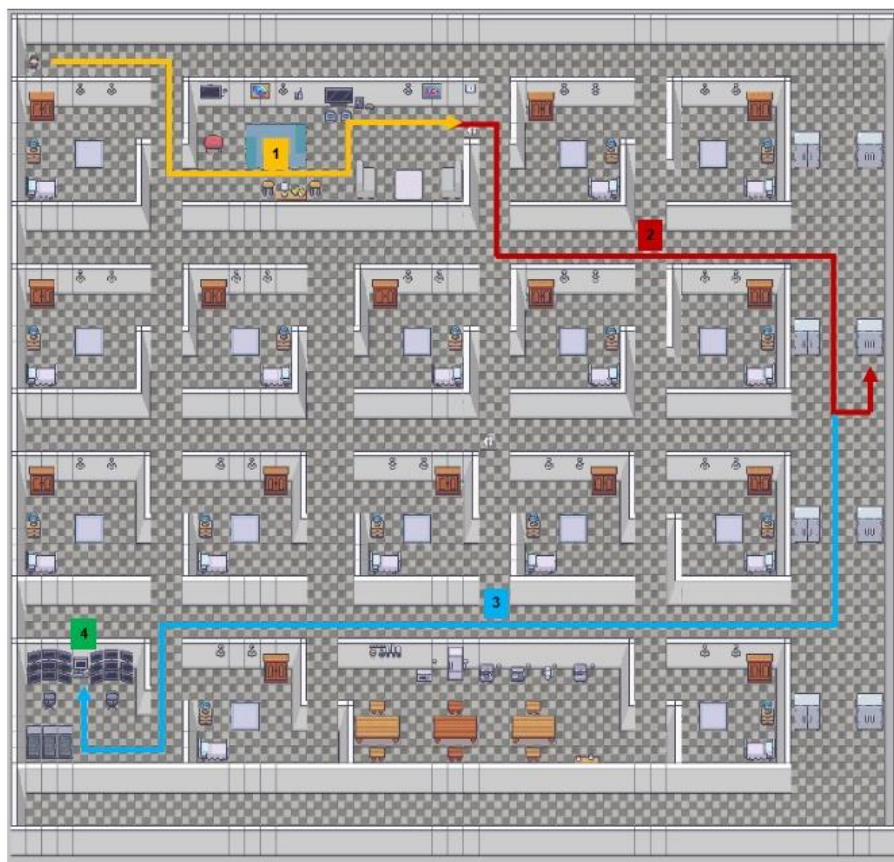

Figura 1 - Passos dos desafios.
Cada desafio pode ser resumido em quatro passos, mostrados na Figura 1:
2. Pegar componentes – Com o desafio definido, o jogador deve escolher (com auxílio das informações da seção 3), se necessário, os componentes que serão usados na solução IoT no armário. Todos os componentes estão em APENAS um armário, que está apontado na Figura 1;